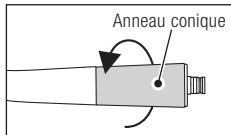

Fig. 36
- ❶ Dévissez et enlevez l'anneau conique à l'arrière de la pièce à main (Fig. 36).